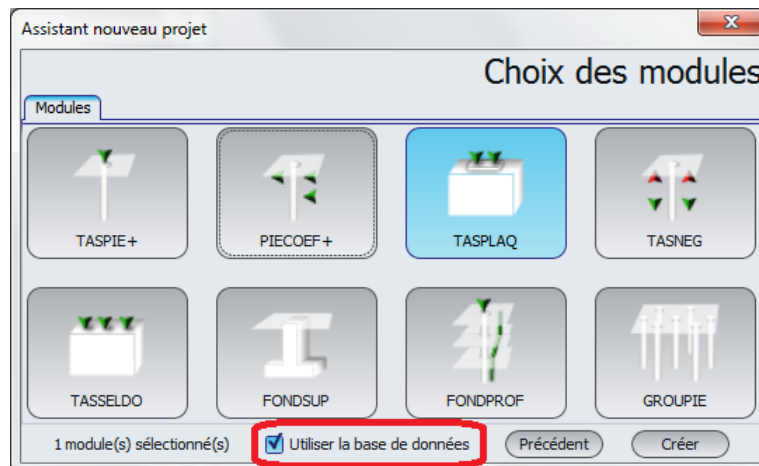

Figure C.44 : Assistant Nouveau Projet – Option 'Utiliser la base de données'
- Soit par le Menu Fichier en cliquant sur 'Nouveau Projet' (chapitre C.2.3.1). Dans la fenêtre 'Assistant nouveau projet', il suffit de cocher la case 'Utiliser la base de données' (Figure C.44) : l'éditeur de bases de données des sols s'ouvrira alors après avoir cliqué sur le bouton  ;